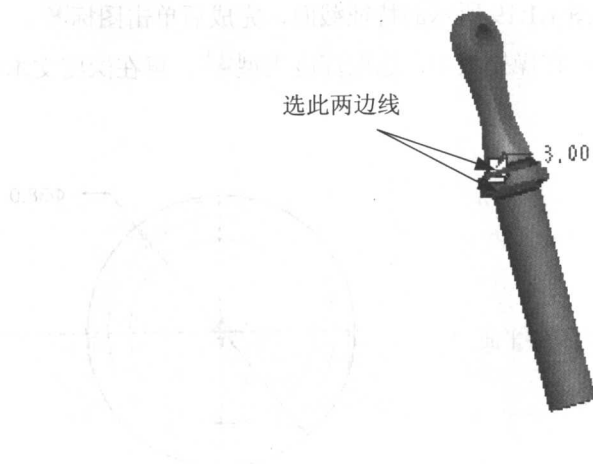

图 1.1.16
- (1) 选取特征的命令: 选择    倒圆角 (Q)... 命令。
- (2) 选取圆角的放置参照: 在模型上选择图 1.1.16 所示的边线。
- (3) 给出圆角的半径值: 在操控板中的圆角半径文本框中键入 3, 并按回车键。